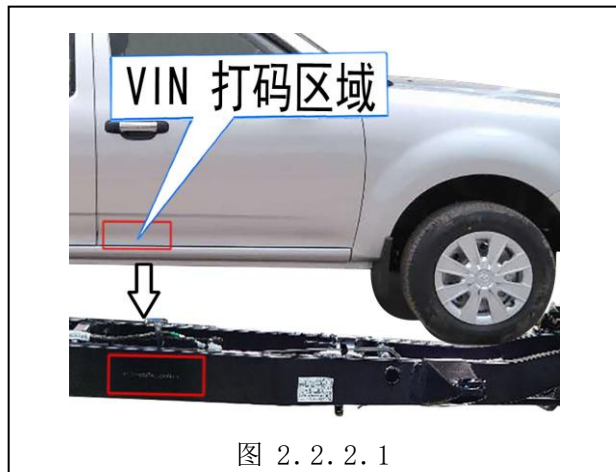

图 2.2.2.1
- b. 车型 VIN 代号打刻在车架右纵梁的前部（如图 2.2.2.1）；